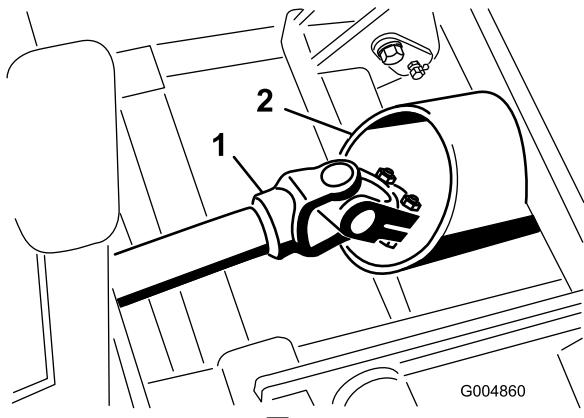

図 45
7. 冬用フレームアセンブリを注意深く取り付け位置に押し入れながら、駆動シャフトをフレームチューブに通す図 45。